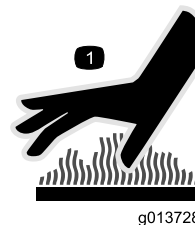

Bild 3
- Fassen Sie nie einen heißen Motor oder Auspuff an (Bild 3).